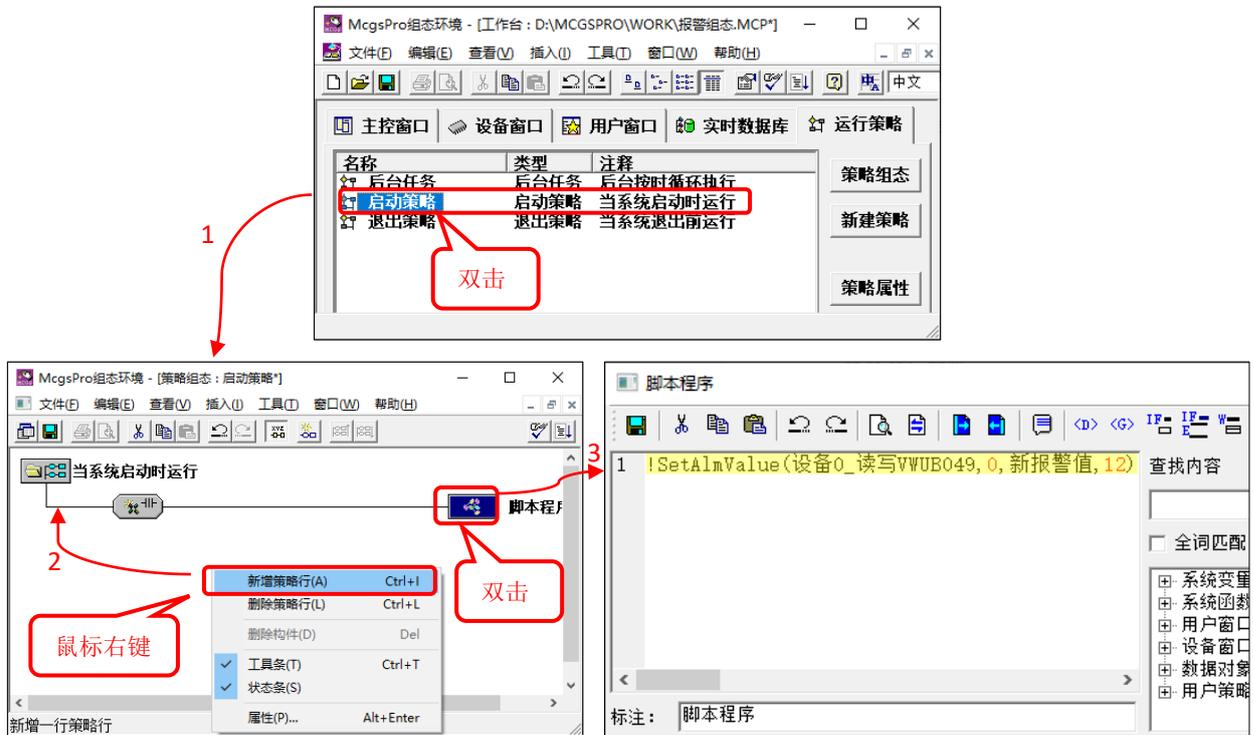

图 4.4-8 启动策略添加报警设置脚本
- 启动策略设置: 由于 TPC 重启后, 变量报警值会恢复成组态时的设置值, 所以需要通过步骤 5 对变量“新报警值”进行初值保存, 并在启动策略中使用再次对变量进行报警值修改操作, 保证重启 TPC 后, 变量“设备 0_读写 VWUB049”的报警值与设置值一致。如图 4.4-8 所示, 启动策略中新增一个策略行, 并添加以下脚本